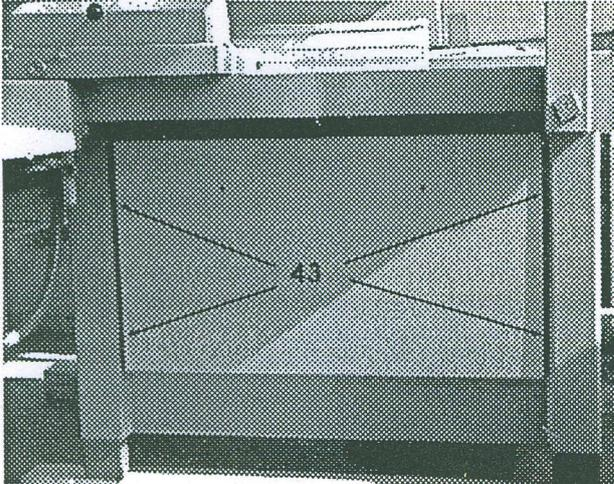

Bild 6.6
- Hintere Maschinenabdeckung nach Lösen der jeweils zwei Schrauben 43 (Bild 6.6) abnehmen.